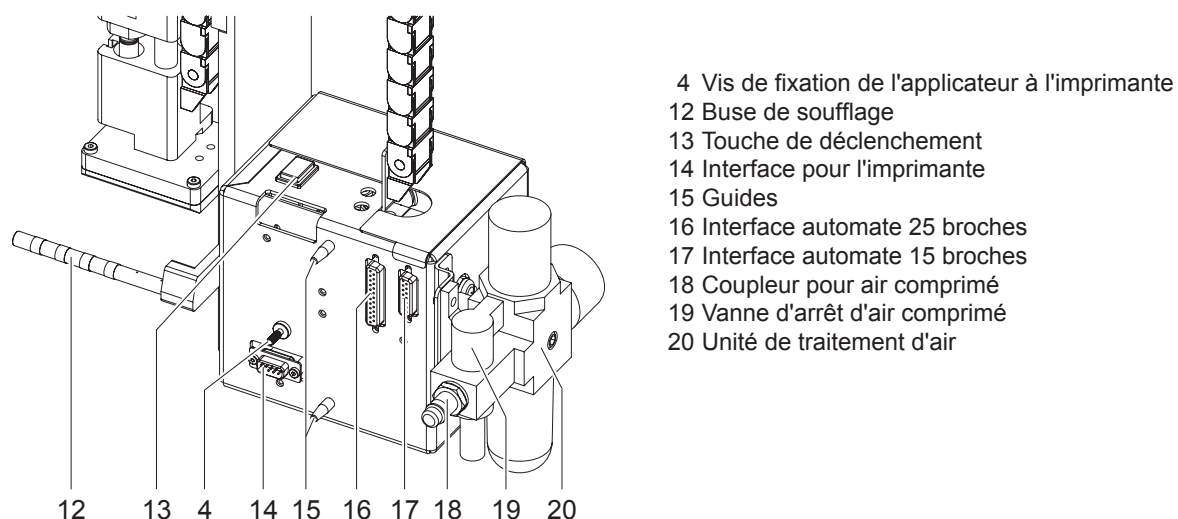

Figure 3 Vue d'ensemble face arrière
1. Encastrer l'applicateur (2) en positionnant les tiges au dos (15 / figure 3) dans les perçages (3) de l'imprimante.
2. Pousser l'applicateur contre l'imprimante. Par cette opération le connecteur de l'applicateur se branchera sur l'interface périphérique (4) de l'imprimante.
3. Fixer l'applicateur (2) avec la vis moletée (1).